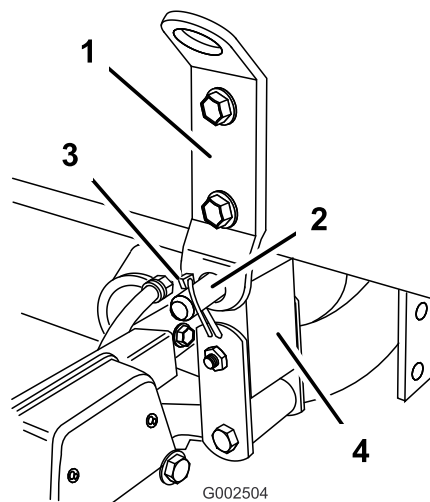

Figura 21
6. Alinee el soporte de pivote situado en la parte trasera del conjunto del patín del depósito con el hueco situado en el extremo del bastidor del vehículo (Figura 21).
7. Instale un pasador (3/4 pulgada) y dos pasadores de seguridad en el soporte de pivote para sujetar el conjunto del depósito al bastidor (Figura 21).
10. Compruebe la alineación del patín del depósito y el bastidor del vehículo. Si es necesario, afloje un poco los pernos que sujetan el soporte de pivote al bastidor del patín del depósito (Figura 21). Eleve el conjunto del depósito justo lo suficiente por encima del bastidor del vehículo para poder alinear y bajarlo a su posición nueva. Apriete los pernos del soporte de pivote cuando haya alineado el patín del depósito con el bastidor del vehículo.